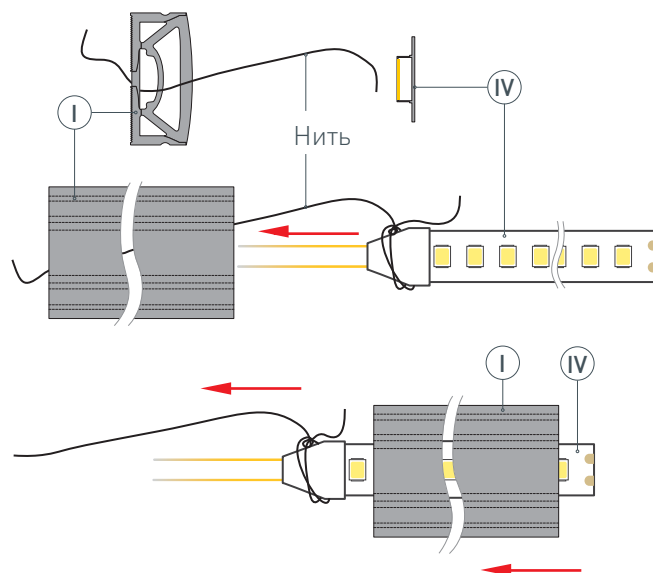

Рис. 1. Протяжка светодиодной ленты **Ⓦ** в профиль **Ⓛ**, вид сверху
- 2** / **ВАЖНО!** Не вытягивайте нить из профиля до монтажа светодиодной ленты в него! Установите светодиодную ленту **Ⓦ** в профиль **Ⓛ**. Для этого необходимо привязать нить (находится внутри профиля) с одной стороны профиля **Ⓛ** к светодиодной ленте **Ⓦ**, как показано на рис. 1. Чтобы втянуть ленту в профиль, сначала аккуратно поместите кабели питания светодиодной ленты **Ⓦ** внутрь профиля **Ⓛ**, а затем, насколько это возможно, вставьте край светодиодной ленты. Аккуратно потяните за нить с другой стороны профиля **Ⓛ** и тем самым протяните светодиодную ленту **Ⓦ** в профиль **Ⓛ**.